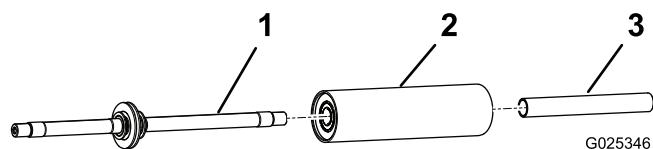

Figura 8
5. Installate il tubo del rullo sull'assale, con il cuscinetto rivolto all'interno dell'assale stesso (Figura 8).